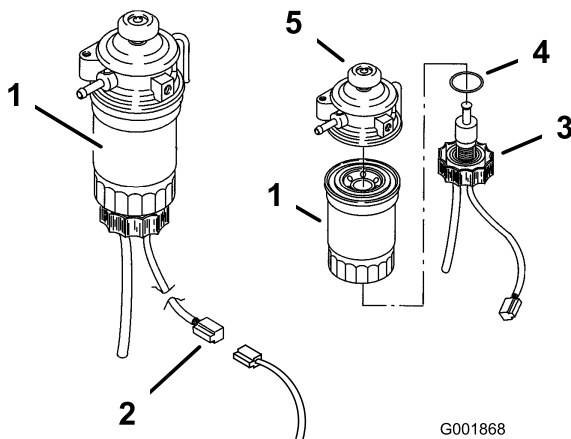

Figura 48
6. Retire el tapón de vaciado y deseche la junta tórica (Figura 48).
8. Instale a mano un filtro nuevo hasta que la junta entre en contacto con el alojamiento; luego apriete el filtro 1/3 de vuelta más (Figura 48).